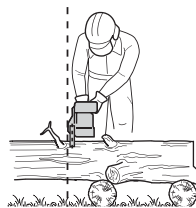

Fig. 28
2. Tenez toujours l'appareil solidement, avec les deux mains; la main gauche sur la poignée avant (10) et la main droite sur la poignée arrière (1). Tenez toujours les deux poignées solidement tout le long du travail. N'utilisez jamais l'appareil en le tenant d'une seule main.
3. Vous devez impérativement être dans une position sûre lorsque vous utilisez l'appareil. Tenez l'appareil du côté droit du corps (Fig. 28).